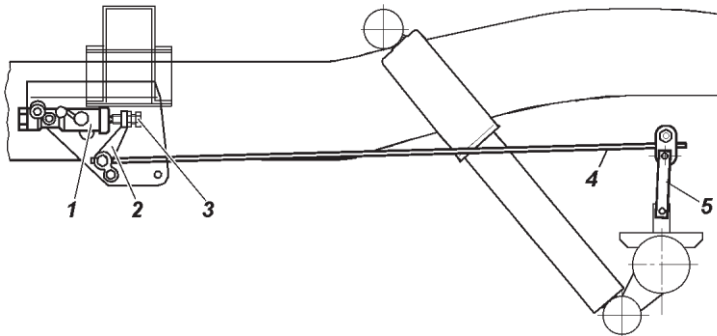

Fig. 9.25 Accionamiento del regulador de presión:
Durante el funcionamiento y al cambiar los resortes traseros es necesario ajustar el esfuerzo de la palanca flexible 4 (fig. 9.25) sobre el émbolo del regulador. La regulación se realiza en el siguiente orden:
4. Apriete el perno 3 (fig. 9.25), dando 2/3 vueltas (14 hilos de rosca de la cabeza del perno).